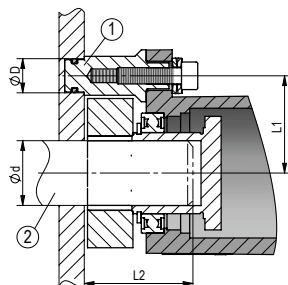
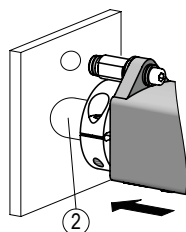
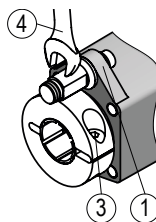

Abb. 1: Einbaumaße
Abb. 2: Montage
Abb. 3: Anzugsmoment Schrauben
- ▶ Sorgen Sie für einen geringen Wellen- und Winkelversatz zwischen Welle und Aufnahmebohrung durch geeignete Fertigungsmaßnahmen (siehe **Abb. 1 + Tab. 1**).
Unschlagmäßige Montage der Drehmomentstütze (siehe **Abb. 3**) führt zur Zerstörung des Gehäuses.
Vorbereitung Montage (**Abb. 1, Abb. 2, Abb. 3**):
Montage (**Abb. 1, Abb. 2, Abb. 3**):